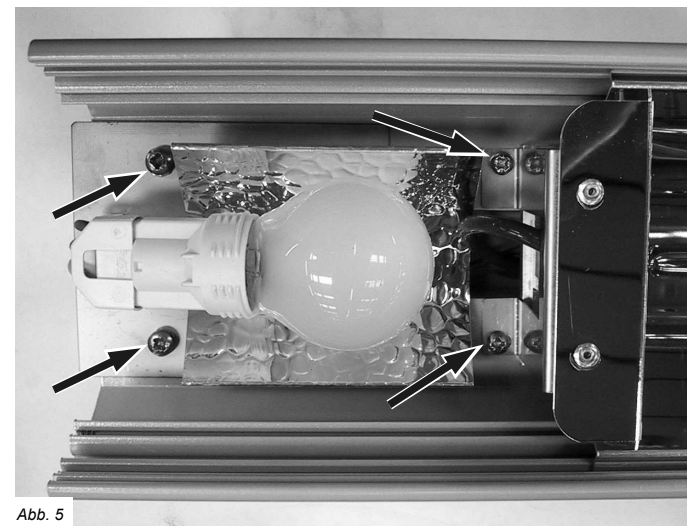

Abb. 5
7. Zuerst die beiden rechts in Abb. 5 gekennzeichneten Schrauben entfernen, um den Seitenreflektor abzunehmen Klammer. Wenn Ihr Heizgerät ein Modell mit Glühlampen ist, müssen Sie anschließend die beiden links in Abb. 5 gekennzeichneten Schrauben entfernen, mit denen das Lampenblech befestigt ist, um das Lampenblech herausnehmen zu können. Auf der anderen Seite wiederholen.